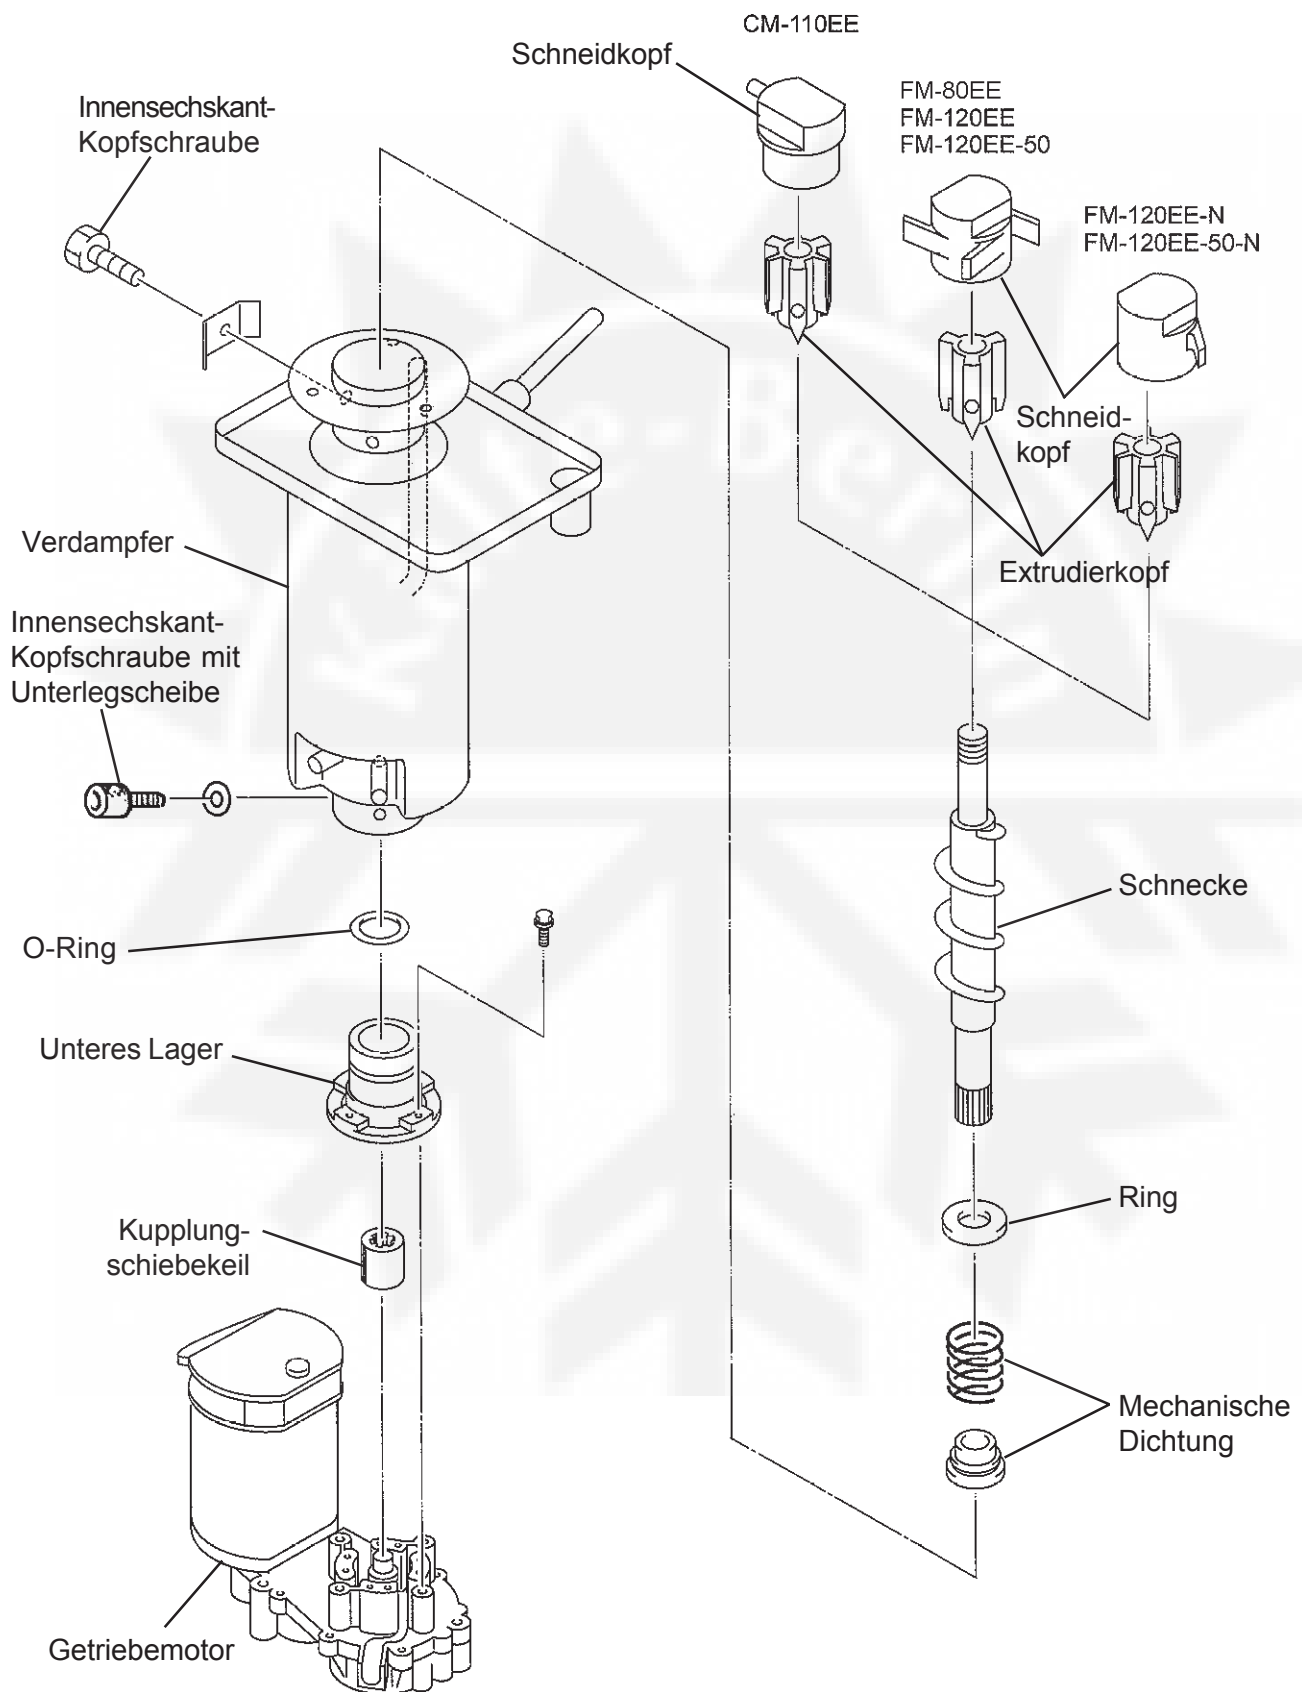

Abb. 15
6. VERDAMPFERBAUGRUPPE - Siehe Abb. 15